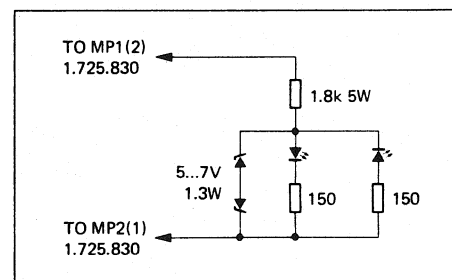

Fig. 4.3
- Kondensator-Entladeschaltung gemaess Fig. 4.3